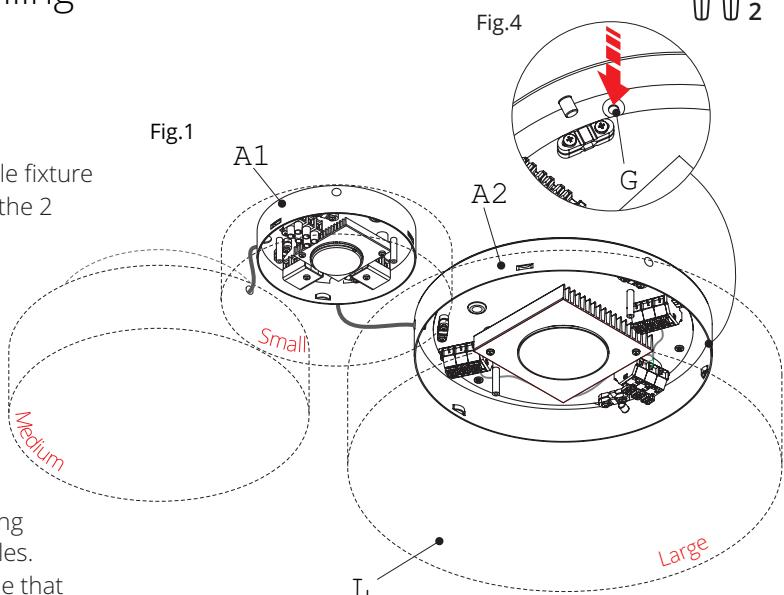

Fig.2
4) Avec un tournevis enlever les bouchons [X] que l'on souhaite utiliser (Fig.2) pour connecter les autres boîtiers et passer les câbles électriques (inclus) dans les trous [R]